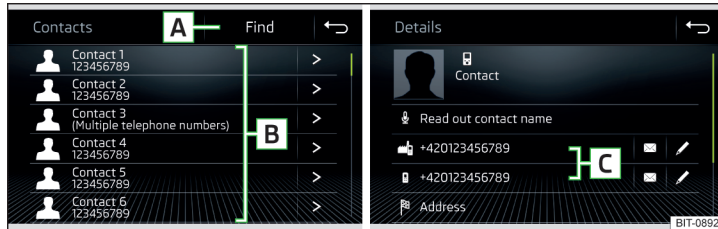

Fig. 191 Liste des contacts téléphoniques/détails du contact
- Dans le menu principal *Téléphone*, appuyez sur la touche de fonction ☎ , une liste des contacts téléphoniques s'affiche » fig. 191.